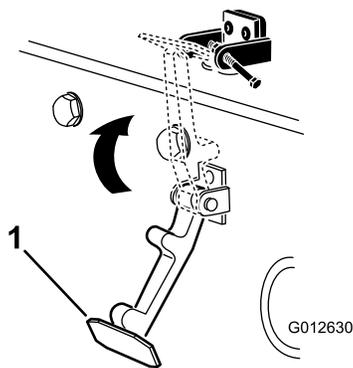

Рисунок 9
6. Введите защелку в зацепление с кронштейном защелки капота (Рисунок 9).